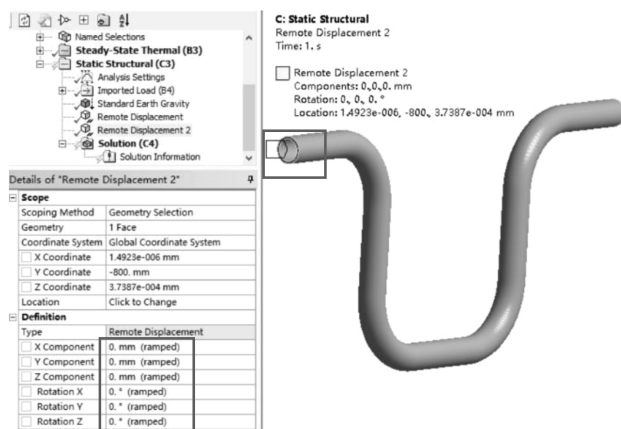

图 7-43 施加约束
- (1) 在导航树上单击【Static Structural (C3)】。
- (2) 施加标准地球重力：在环境工具栏中单击【Inertial】→【Standard Earth Gravity】→【Details of “Standard Earth Gravity”】→【Direction】= -Z Direction。
(3) 施加管一端约束：在标准工具栏中单击，然后选择管的端面，接着在环境工具栏中单击【Supports】→【Remote Displacement】，【Remote Displacement】→【Details of “Remote Displacement”】→【Definition】→【X Component】=0，【Y Component】=0，【Z Component】=0，【Rotation X】=0，【Rotation Y】=0，【Rotation Z】=0。
(4) 施加管的另一端约束：在标准工具栏中单击，然后选择管的端面，接着在环境工具栏中单击【Supports】→【Remote Displacement】，【Remote Displacement2】→【Details of “Remote Displacement2”】→【Definition】→【X Component】=0，【Y Component】=0，【Z Component】=0，【Rotation X】=0，【Rotation Y】=0，【Rotation Z】=0，如图 7-43 所示。